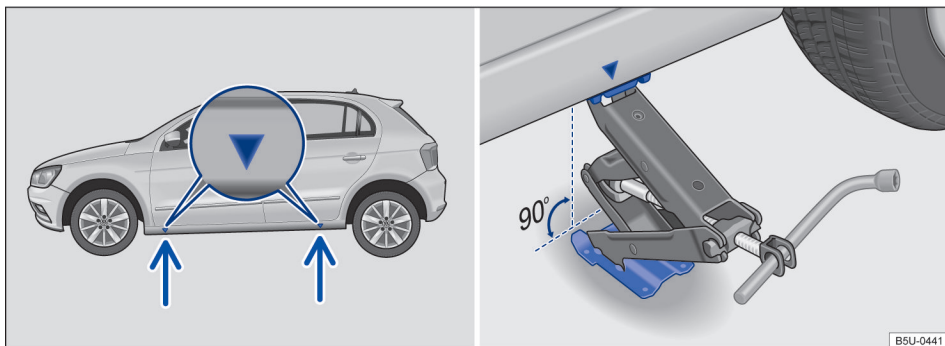

Fig. 144 Pontos de apoio do macaco e macaco posicionado no lado esquerdo traseiro do veículo.
O macaco somente pode ser posicionado nos pontos de apoio indicados (marcação na carroceria) → Fig. 144. É válido o ponto de apoio localizado próximo à roda correspondente → ⚠.
7. Procurar sob o veículo o ponto de apoio do macaco → Fig. 144, mais próximo da roda a ser trocada.
10. Garantir que a base do macaco, com toda sua superfície, esteja sobre o chão e que a base se encontre perpendicularmente abaixo do ponto de colocação → Fig. 144.
11. Alinhar o macaco e, simultaneamente, levantar a garra do macaco até ela se encaixar na travessa debaixo do veículo → Fig. 144.
- Posicionar o macaco somente nos pontos indicados. A garra do macaco deve se encaixar no perfil da longarina de forma segura → Fig. 144.